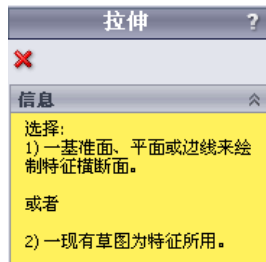

图 3.1.22 “拉伸”对话框
Step1. 选择命令。选择下拉菜单 **插入(I)** → **凸台/基体(B)** → **拉伸(S)...** 命令 (或单击“特征(F)”工具栏中的  命令按钮), 系统弹出图 3.1.22 所示的“拉伸”对话框。